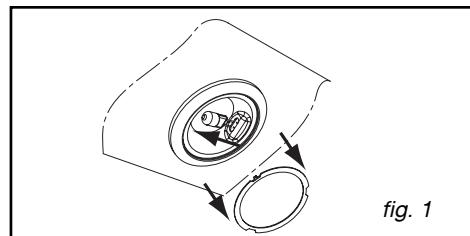

fig. 1
- Verwijder het verlichtingskapje (fig.1).